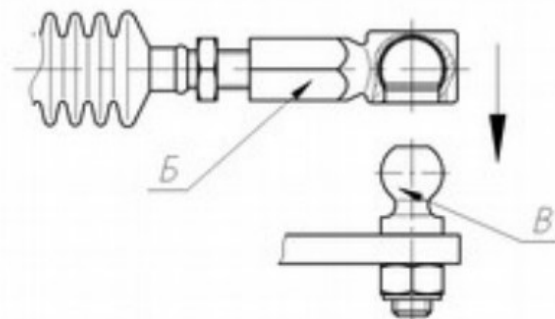

Рис. 18
- 1.4.6 После регулировки наконечник Б соединить со сферическим пальцем В до характерного щелчка. (Рис. 18). Допускается применение сжимающего инструмента, например, клещей с гладкими губками.